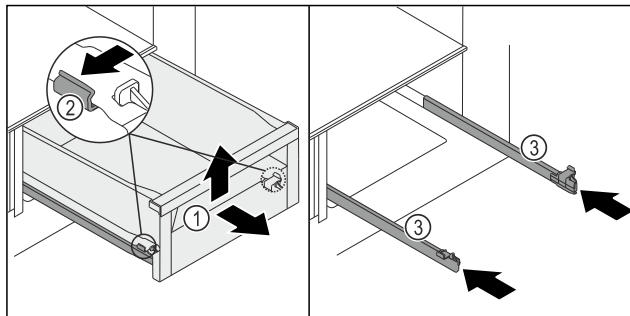

Fig. 100
- Schuifvak Fig. 100 (1) zo ver mogelijk naar buiten trekken.
- Klem Fig. 100 (2) links en rechts van de rails gelijktijdig iets naar buiten drukken.
- Schuifvak Fig. 100 (1) komt los van de rails.
- Schuifvak Fig. 100 (1) aan de voorkant optillen.
- Schuifvak Fig. 100 (1) naar voren wegnemen.
- Rails Fig. 100 (3) naar binnen schuiven.